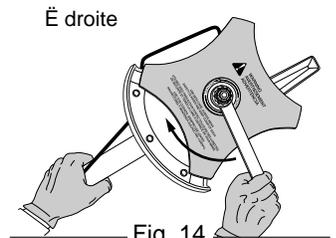

Fig. 14
2. Maintenez la tige de blocage en place en la saisissant près du bras de l'appareil (Fig. 14).
3. Tenez la tige de blocage et desserrez l'écrou de la lame en le tournant à droite avec une clé fermée ou une douille de 13 mm (Fig. 14).